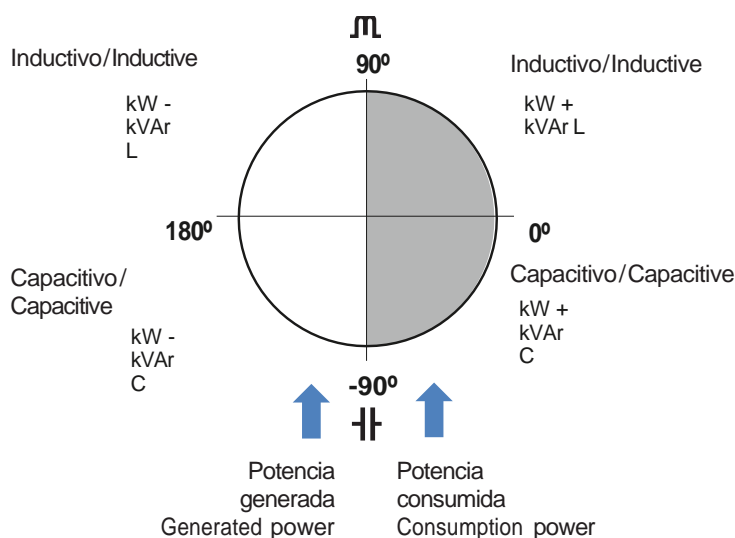

Figura 5: Signos en las medidas de 4 cuadrantes.
- **Control en cuatro cuadrantes** (ver **Figura 5**), con indicación de los escalones conectados, indicación de  $\cos \varphi$ , signo de la potencia y signo de la potencia reactiva (inductivo o capacitivo).